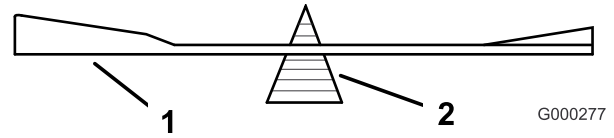

Bild 51
2. Überprüfen Sie die Auswuchtung des Schnittmessers auf einer Ausgleichsmaschine (Bild 51). Wenn das